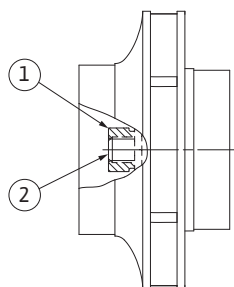

Fig. 55: Pareizs darba rata uzgriežņa stāvoklis pēc montāžas
29. Pieturēt vārpstu (skatīt 24. rīcības soli) un darba rata uzgriezni pievilkt ar noteikto pievilkšanas momentu (skat. sarakstu "11. tabula: Skrūvju pievilkšanas griezes momenti." 53. lpp). Uzgriežnim (Fig. 55, 1. poz.) jābūt aptuveni vienā līmenī ar vārpstas galu $\pm 0,5$ mm (Fig. 55, 2. poz.). Ja tas tā nav, atskrūvēt uzgriezni un atkārtot 25. līdz 29. rīcības soli.